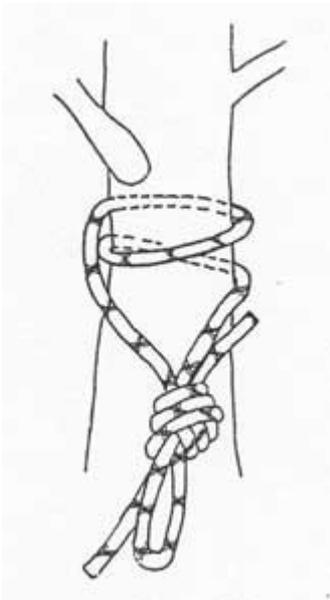

Fig. 9
- Sosta su un solo ancoraggio - L'A.I. può essere usata anche per effettuare una sosta su un solo ancoraggio, ad esempio un albero. In questo caso, occorre avere l'accortezza di compiere un "giro morto" con il cordino in modo da evitare lo scorrimento verso l'alto dello stesso nel caso di rovesciamento della sosta (vedi Fig. 9).